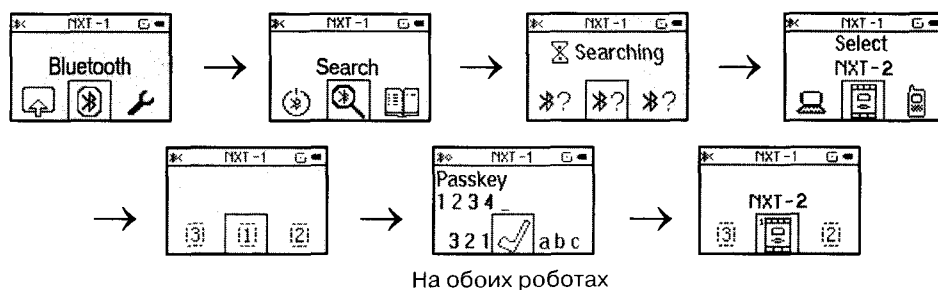

Рис. 105. Настройки Bluetooth соединения между двумя NXT
3. С помощью клавиш на блоке управления выполните следующую последовательность действий (рис. 105) для одного робота. Обратите внимание на номера ваших роботов (*не подключитесь к другим*).